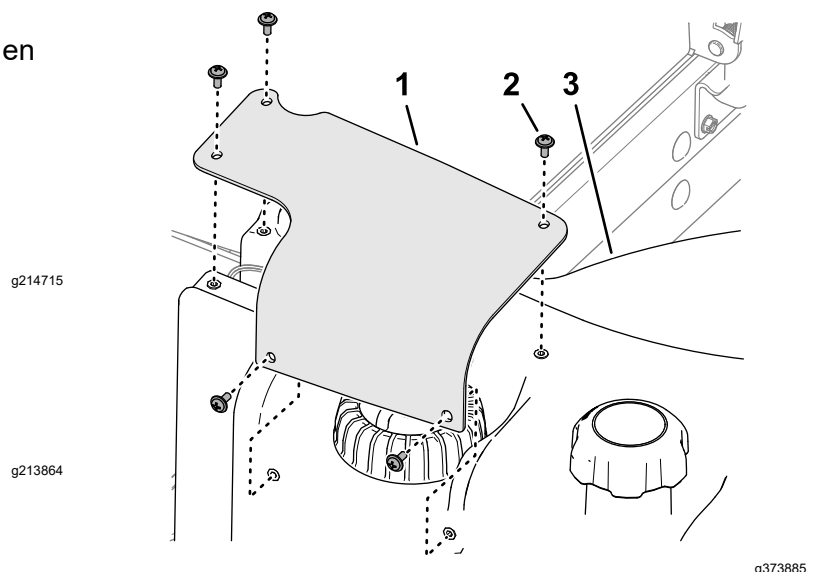

Figure 123
2. Retirez les 5 vis cruciformes qui fixent le couvercle du transmetteur de niveau de carburant sur le réservoir de carburant et déposez le couvercle (Figure 123).